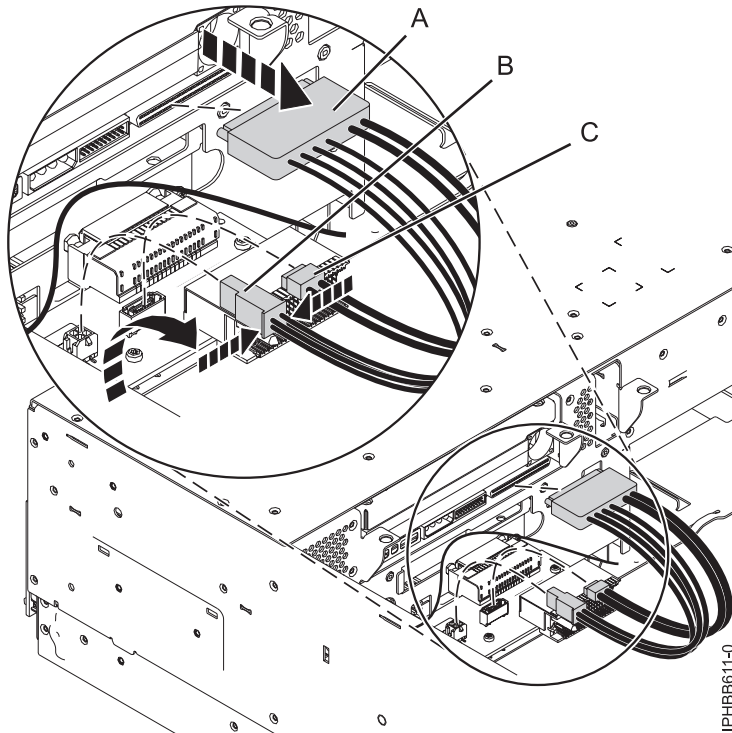

Figure 5. Déconnexion des câbles de l'unité de stockage du fond de panier d'unité de disque
10. Débranchez les câbles qui se trouvent à l'arrière du fond de panier d'unité de disque, comme indiqué dans la figure 5, à la page 7. Si vous avez connecté un câble SAS externe, pensez à débrancher ce câble du fond de panier d'unité de disque. Pour plus d'informations sur le port SAS externe, voir Installation du port SAS externe sur un modèle 8233-E8B ou 8236-E8C.